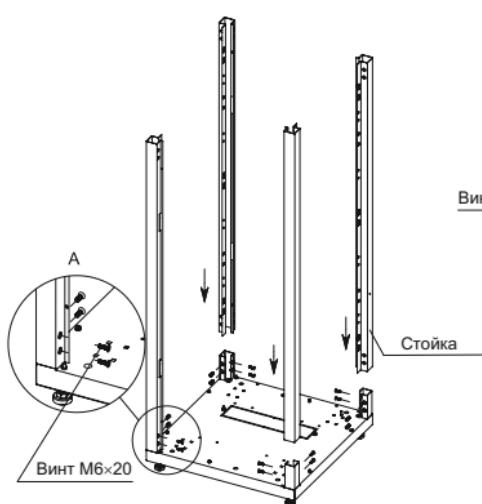

Рисунок 2 – Установка стоек
3.2 Извлеките из четвертого места стойки. Вставьте стойки в основание с опорами и закрепите винтами M6×20 с потайной головкой (рисунок 2).